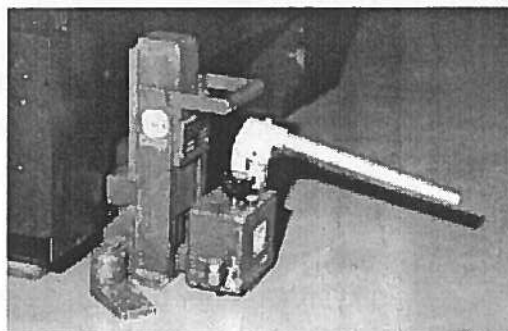

Bild 1
- Steht die Maschinen an Ihrem Aufstellort, setzen Sie 2 Hydraulikheber links und rechts vorne am Maschinengrundkörper (Bild 1) an den eingegossenen Stahlplatten an.